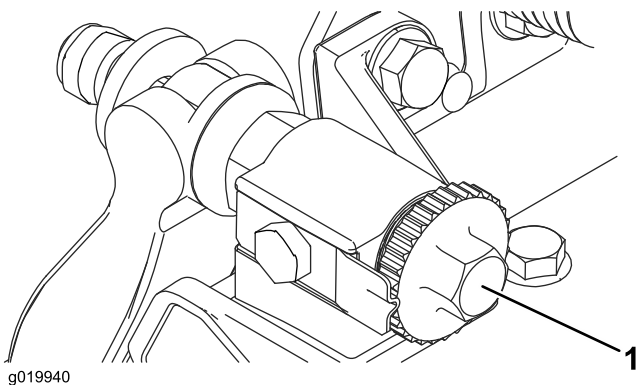

図 8
1. カッティングユニットを平らな水平の作業台の上に置く。ベッドバー調整ねじを左に回してベッドナイフとリールの接触をなくす 図 8。